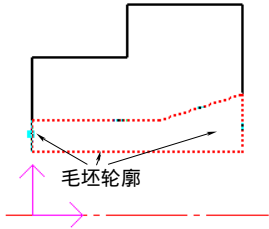

图 4-68 拾取毛坯轮廓
- 系统接着提示用户拾取毛坯轮廓，仍然以“单个拾取”方式依次选取如图 4-68 所示线段，然后单击鼠标右键结束毛坯轮廓的拾取。